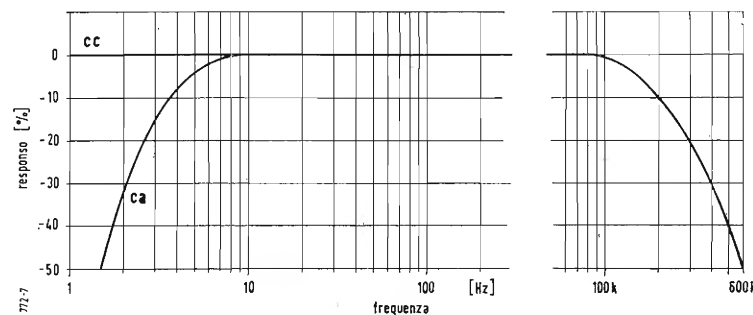

Fig. 1 - Banda passante dell'oscillografo 130 A
- La banda passante è costante e non diminuisce con la portata ad alta sensibilità (fig. 1).